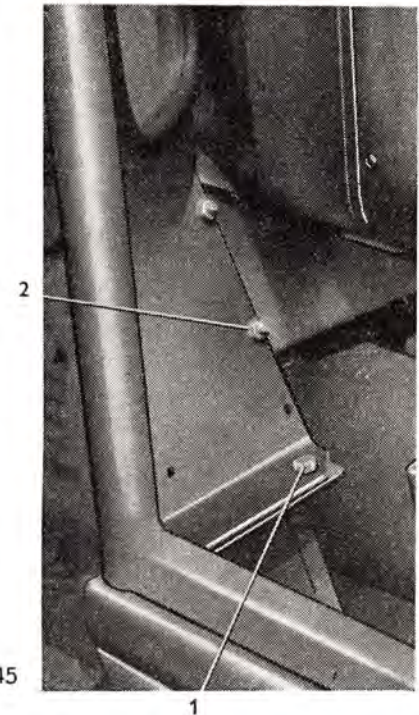

Abb. 145
6. Im Vorderteil des Fahrerhauses sind in zwei Öffnungen auf jeder Seite eine Schraube M 8 \times 20 (Abb. 145/1) einzuschieben, welche das Fahrerhaus am Untersatz festhalten. Auf die Schrauben sind Unterlagscheiben $\varnothing 8,2$ aufzuschieben und die Schrauben sind mit Muttern M 8 sorgfältig festzuziehen.
9. In die Bohrungen sind Schrauben M 6 \times 15 einzuschieben, auf die Schrauben elastische Unterlagscheiben $\varnothing 6,1$ aufzulegen und die Schrauben mit Muttern M 6 (Abb. 145/2) festzuziehen. Die herausragende Eckkante des Untersatz-Blechtes ist einzubiegen.